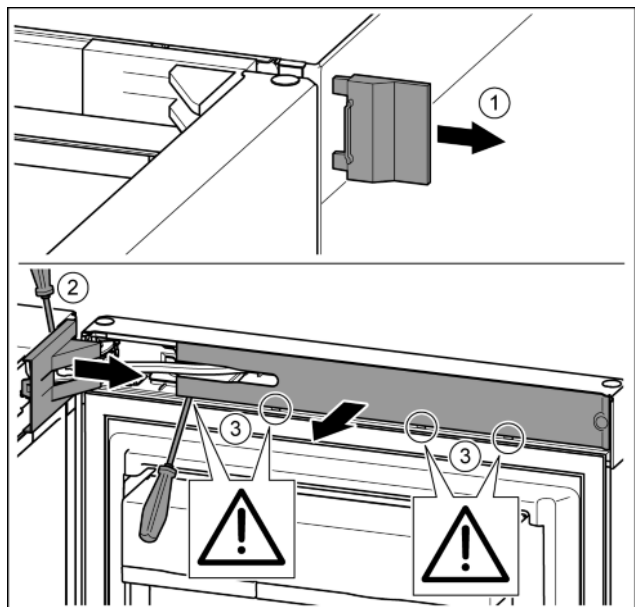

Fig. 7
- ▶ Äußere Abdeckung abnehmen. *Fig. 7 (1)*
- ▶ Lagerbockabdeckung mit Hilfe eines Schraubendrehers ausrasten und lösen. Lagerbockabdeckung abnehmen. *Fig. 7 (2)*
- ▶ Blende mit Schlitzschraubendreher ausrasten und zur Seite schwenken. *Fig. 7 (3)*